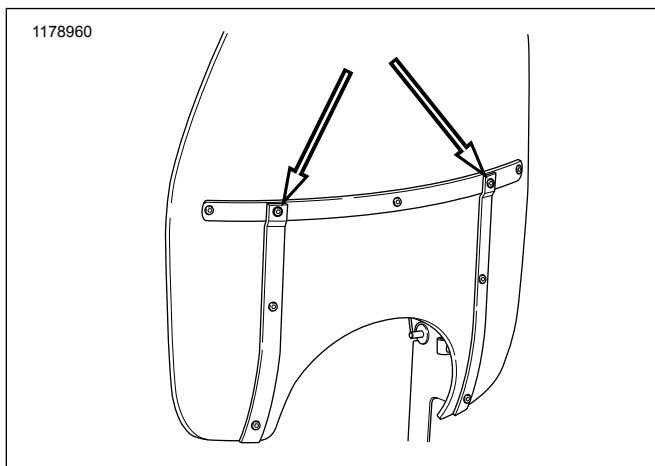

Abbildung 1. MMittlere Schrauben
2. Siehe Abbildung 1. Die Schrauben an der mittleren Windschutzscheibenstütze ausfindig machen.